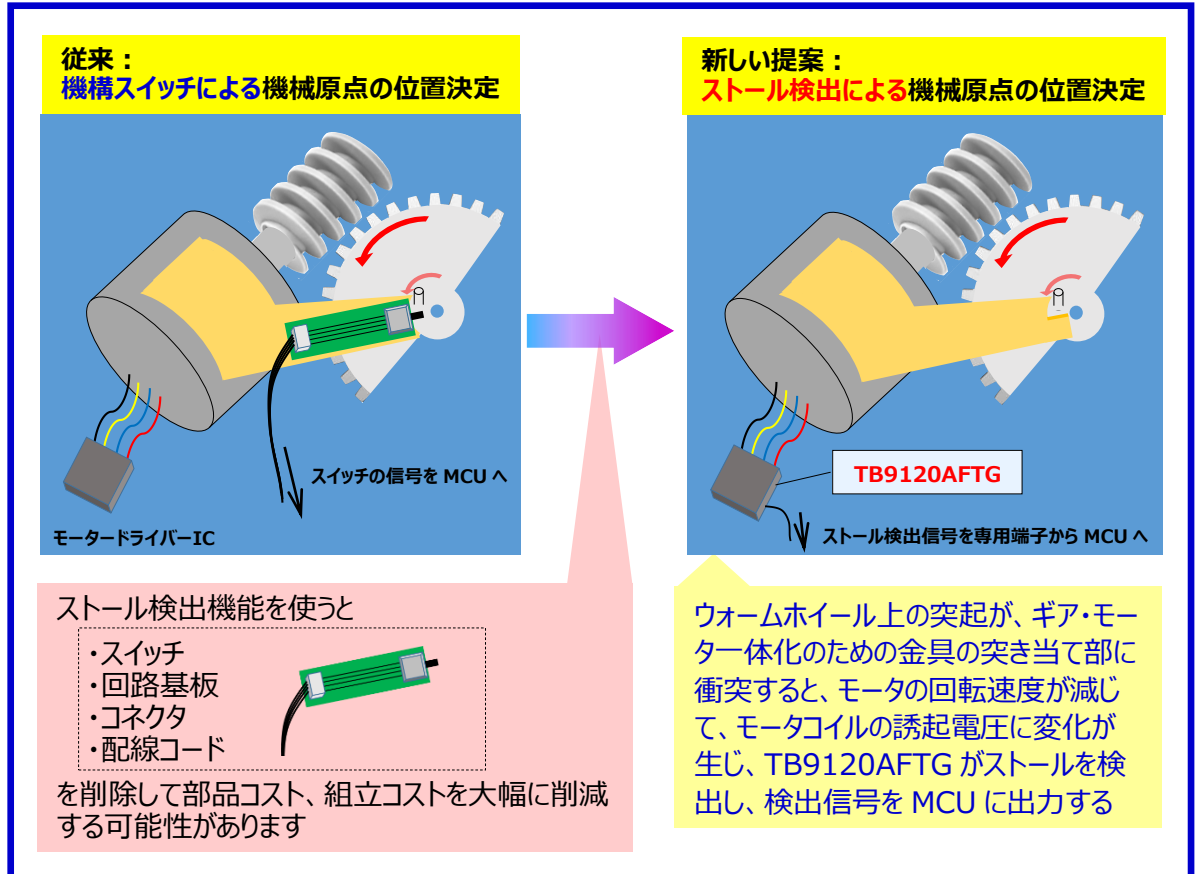

図 8 ストール検出機能の使用例と効用
- ・図 8 に示すヘッドアップディスプレイの内部で画像反射鏡の機械原点の位置決定を行うシステムにおいて、ストール検出機能で部品コスト、組立コストを大幅に削減する可能性があります。